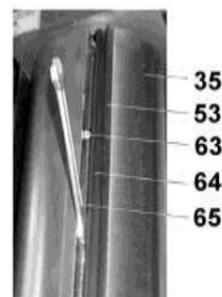

Рис.31
- ПРЕДУПРЕЖДЕНИЕ:** Когда сверлильный суппорт не используется, его необходимо демонтировать вместе со сверлильным патроном, а на шпиндель обязательно установите защитный кожух (12).
15. ЗАМЕНА СТРОГАЛЬНЫХ НОЖЕЙ, Рис. 31;32